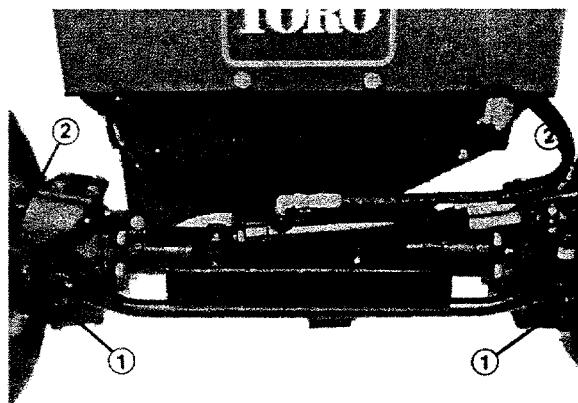

Figure 7
2. Enlever l'obturateur de contrôle à chaque extrémité de l'essieu et vérifier que l'huile atteint la base de l'orifice. Si le niveau est bas, enlever l'un des boulons de montage au-dessus de chaque obturateur et rectifier le niveau jusqu'à ce qu'il atteigne la base de l'orifice (Fig. 7).